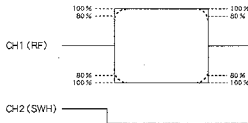

Fig. 4-7
- 1). Connect CH1 of the oscilloscope to TP1-1 (RF) and CH2 to TP11 (SWH).
- 4). As shown in Fig. 4-7, confirm that 80% or more of the RF waveform is flat.
- 4). 図4-7のように、RF波形の平坦度が80%以上であることを確認する。